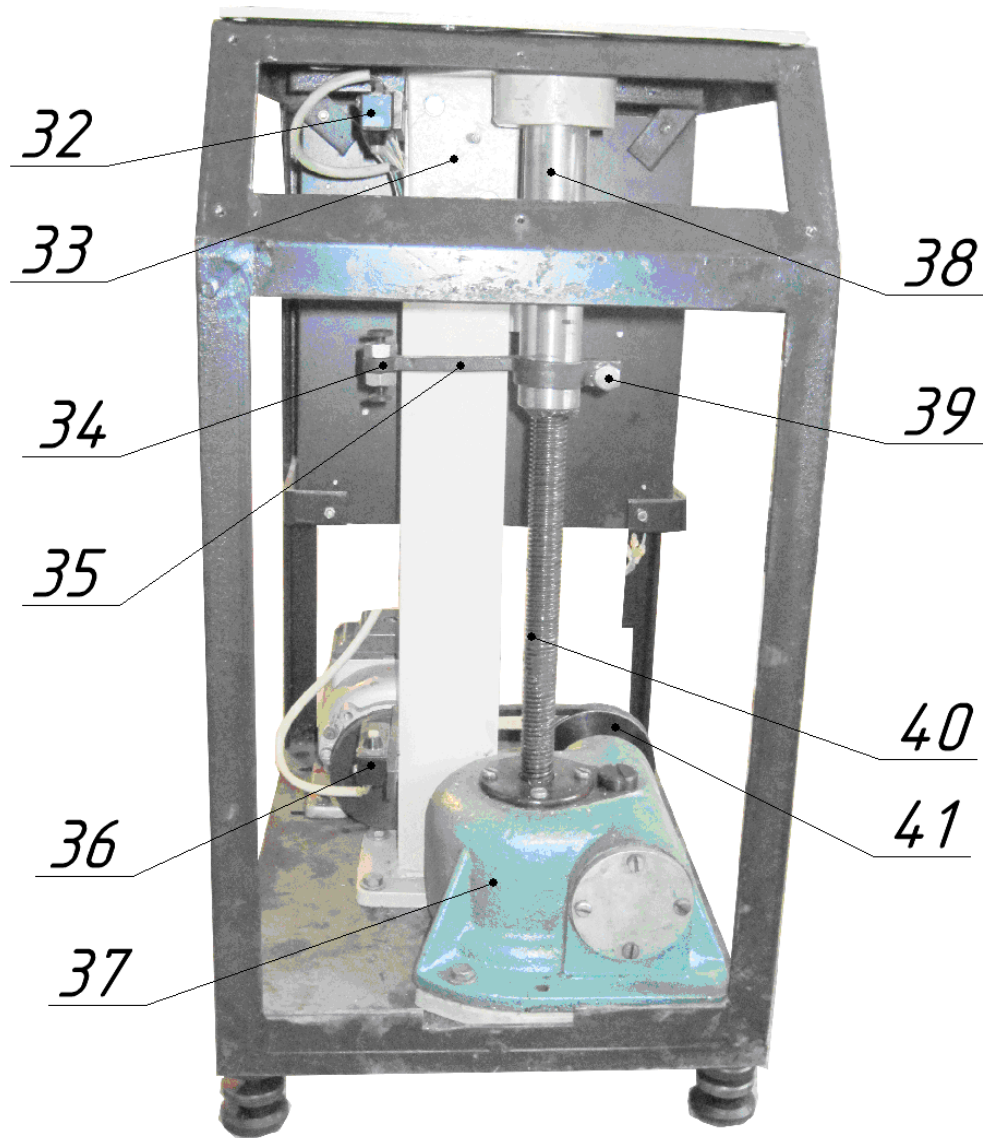

Рисунок 5 – Механизм привода
- 3) Снять крышку, чтобы получить доступ к механизму ограничения хода (см рис.5).
- 4) Для регулирования отпустить болт 39 рис.5, и перемещая поводок 35 по шпинделю 38 вверх или вниз выставить нужное